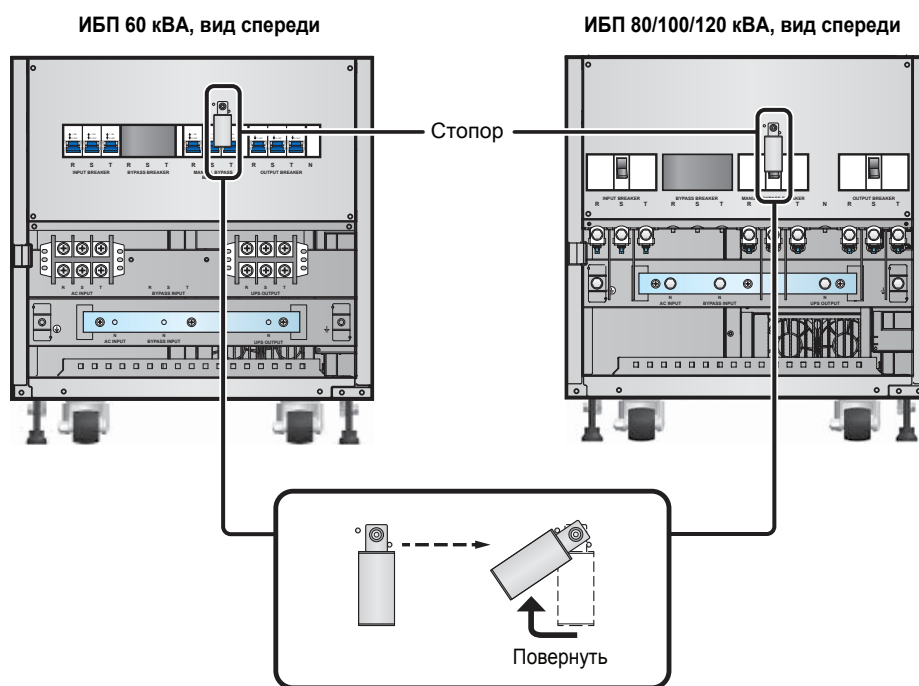

Рис. 7-1. Стопор ручного переключателя байпаса
2. Перед первым пуском ИБП проверьте, что все подключения выполнены правильно и разность напряжений между нулевым рабочим проводником (N) и землей ( $\ominus$ ) меньше 3 В.
7. Перед включением ручного переключателя байпаса разблокируйте его, повернув стопор влево. **См. Рис. 7-1.**